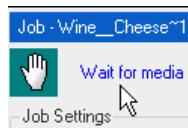

Рис. 12. Значок статуса «Приостановлен»
- **«Приостановлен»** – обозначается значком руки (см. рис. 12). Состояние «Приостановлен» указывает на то, что по какой-то причине печать была приостановлена. Часто это вызвано неправильными настройками материалов или переходом в состояние «Ожидание оператора». Если приостановка вызвана состоянием «Ожидание материалов», измените настройки материалов. В противном случае щелкните кнопку **Напечатать сейчас**.